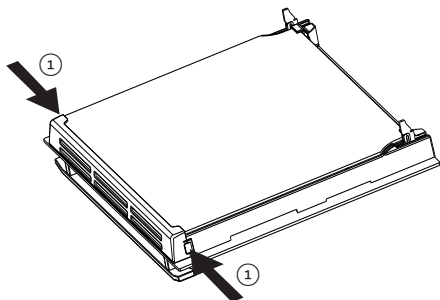

Fig. 4.11
- Premere le linguette di aggancio su entrambi i lati della porta e rimuovere completamente il fermavetro (fig. 4.11, 4.12).